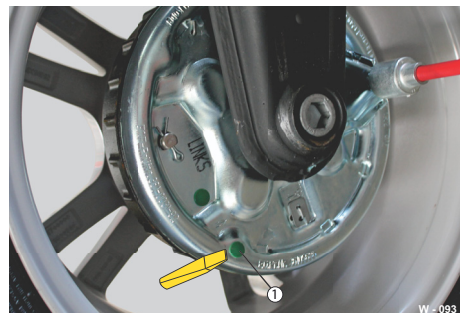

Abb. 65 Beispiel: Trommelbremse, AL-KO
- Stopfen der Kontrollöffnung (Abb. 65/1) entfernen.